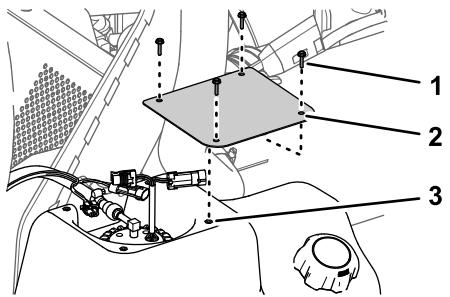

Bild 77
1. Befestigen Sie die Abdeckung mit den vier Schrauben (Nr. 10 x 3/4"), die Sie in Schritt 2 von Entfernen der Abdeckung der Kraftstoffpumpe (Seite 62) entfernt haben, am Tank (Bild 77).